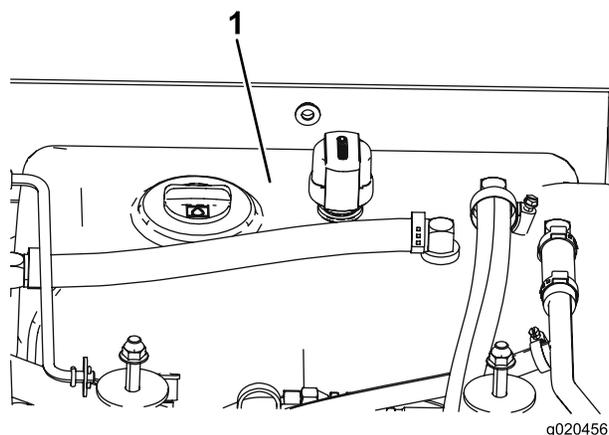

Figura 71
3. Riempite il serbatoio (Figura 71) di fluido idraulico; fate riferimento a Controllo del fluido idraulico \(pagina 28\).